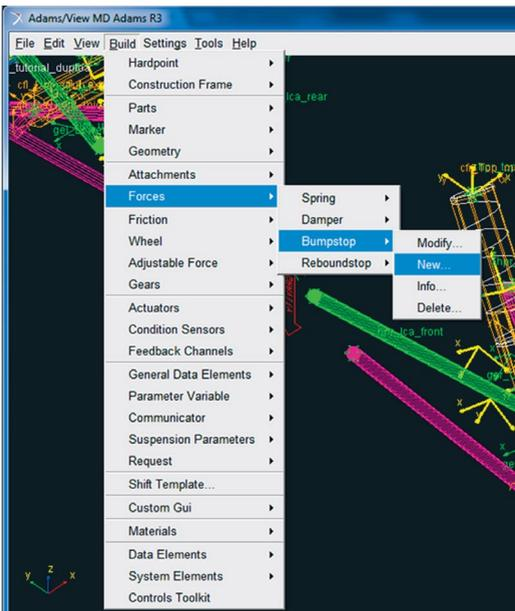

Figura 5.93 – Criando *Bumpstop*.
- É necessário criar o *Bumpstop* da suspensão para limitar o seu deslocamento. Para isso, acesse o menu *Build* → *Forces* → *Bumpstop* → *New* (Figura 5.93).